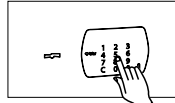
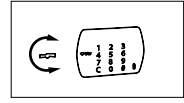

BILD. 2
BILD. 3
① Geben Sie den Zahlencode ein (Bild 2). Alle Tresore besitzen den Zahlencode "1 2 3 4 5 6" ab Werk. Bei jedem Tastendruck hören Sie einen Piepton und das rote Lämpchen leuchtet auf. Für den Fall, daß Sie keine Taste innerhalb von 7 Sekunden betätigen, wird das System wieder abgeschaltet. Beginnen Sie in diesem Fall wieder von vorne.
② Bei Eingabe des korrekten Zahlencodes leuchtet das grüne Lämpchen auf. Sie haben nun zwei Sekunden Zeit den Schlüssel oder Knopf umzudrehen während das Lämpchen an ist. (motorbetriebene Tresore öffnen und schliessen automatisch). (Bild 3)
③ Am Verschieben drehen Sie den Schlüssel oder Knopf um. Bei motorbetriebenen Modellen schieben Sie die Tür und geben ihren Code ein.
① Drücken Sie die Taste "#/Reset" (Bild 2). Das rote Lämpchen leuchtet auf und man hört einen Programmierungston.
② Geben Sie den **aktuellen Benutzercode** ein (ab Werk: "1 2 3 4 5 6"). Haben Sie den richtigen Code eingegeben, ertönt erneut der Programmierungston.
③ Geben Sie eine **neue Zahlenkombination** ein (2- bis 15-stellig). Drücken Sie die Taste "C". (es ertönt erneut der Programmierungston).
④ Geben Sie nun erneut Ihre **neue Zahlenkombination** ein. Es ertönt der Programmierungston und das grüne Lämpchen leuchtet auf. Schliessen Sie nun den Tresor. (bei motorbetriebenen Modellen schliesst sich der Tresor automatisch). Falls die beiden eingegebenen Zahlenkombinationen nicht übereinstimmen, ertönt der Fehlerton und sie müssen erneut bei Punkt 1 beginnen.
⑤ Führen Sie wenigstens drei Öffnungs- oder Verschlussvorgänge bei geöffneter Tür durch, um sicherzustellen, daß Sie auch die von Ihnen gewünschte Zahlenkombination programmiert haben.
① Öffnen Sie den Tresor mit dem aktuellen Notöffnungscod (der ab Werk programmierte Notöffnungscod befindet sich in einem kleinen Umschlag, der sich zusammen mit der Dokumentation in einem groben Plastikumschlag befindet).
② Drücken Sie die Taste "#/Reset" (siehe Bild 2). Das rote Lämpchen leuchtet auf und es ertönt der Programmierungston.
③ Geben Sie den aktuellen Notöffnungscod ein. Bei jedem Tastendruck hören Sie einen Piepton und das rote Lämpchen leuchtet auf. Bei korrekter Eingabe ertönt erneut der Programmierungston.
④ Drücken Sie die Taste "2".
⑤ Drücken Sie die Taste "#/Reset" (Bild 3).